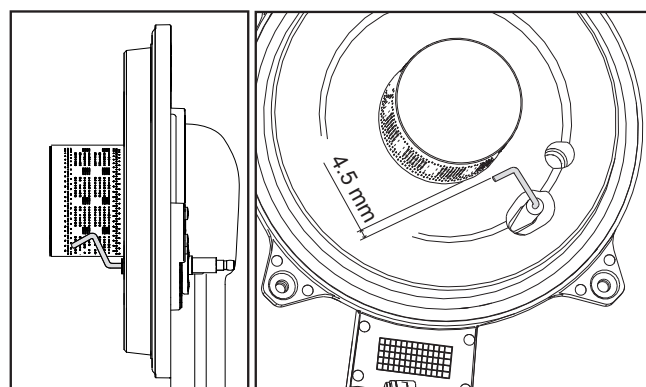

fig. 38
- După fixare, controlați cu atenție distanța dintre electrod și arzător (vezi fig. 38).